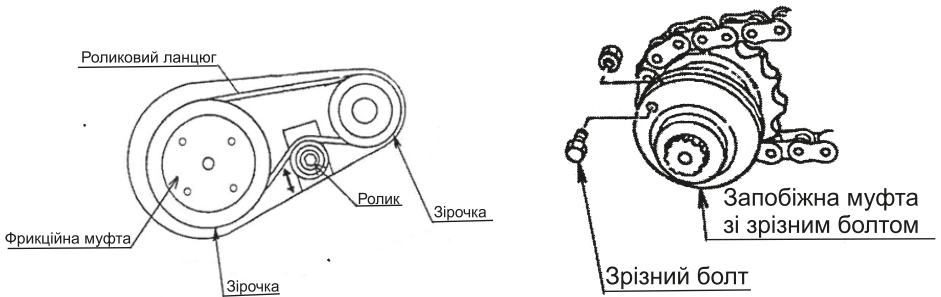

Рисунок 1.7. Схема виконання запобіжних систем.
- роликівий ланцюг і зірочки (рис.1.7): слугують для передачі обертання валу підбирача. Фрикційна муфта пробуксовує при перегрузці підбирача, попереджая таким чином поломці механізма;
- зрізна запобіжна муфта (рис.1.7): для запобігання пошкодженню виробу від перевантаження. (Після того, як муфта буде зрізана під впливом перевантаження, зрізний болт необхідно вчасно замінити);